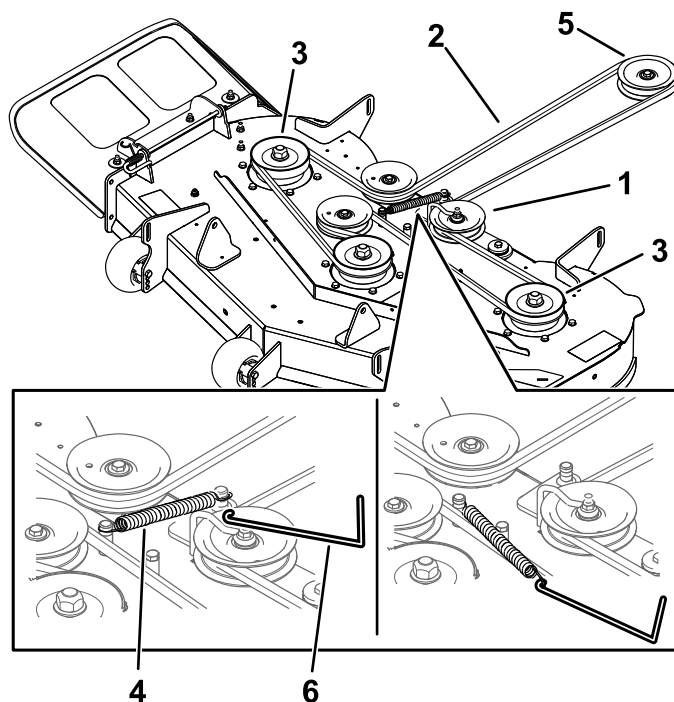

Figura 62
7. Utilizând un instrument de îndepărtare arcuri (nr. piesă Toro 92-5771), îndepărtați arcul rolei de ghidare din cârligul punii pentru a detensiona rola de antrenare a rolei de ghidare și îndepărtați cureaua de pe rolele de antrenare (Figura 62).
8. Amplasai curea nouă în jurul fuliilor motorului și ale mainii de tuns iarba (Figura 62).
9. Utilizând un instrument de îndepărtare arcuri (nr. piesă Toro 92-5771), montați arcul rolei de ghidare pe cârligul punii și tensionați fulia rolei de ghidare și curea mainii de tuns iarba (Figura 62).